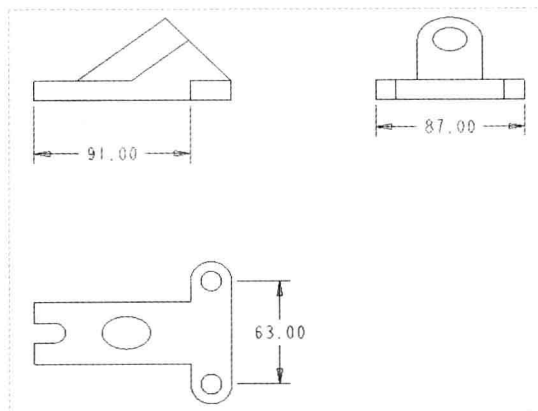

图 12-111 尺寸加亮显示
Step 02 按住【Ctrl】键的同时, 在绘图区选择尺寸数值 91 和 87, 尺寸将加亮显示, 如图 12-111 所示。